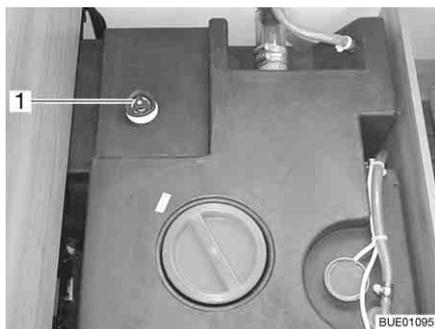

Fig. 171 Depósito de agua con tirador giratorio
- Girar el tirador giratorio (Fig. 171,1) del depósito de agua en sentido contrario a las agujas del reloj sobrepasando la resistencia, para abrir el orificio de salida completamente.